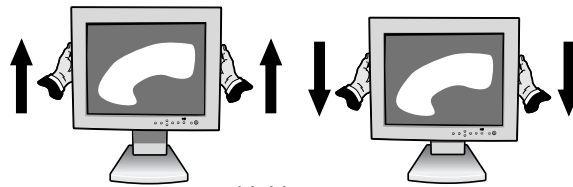

Abbildung RL.1
Der Monitor kann sowohl in Längs- als auch in Querstellung höher- bzw. tiefergestellt werden. Um den Bildschirm höher- oder tieferzustellen, legen Sie Hände auf jede Seite des Monitors und heben Sie an oder senken Sie zur gewünschten Höhe (**Abbildung RL.1**).
Bevor Sie den Bildschirm drehen, muß er auf seine höchste Position gestellt werden, damit der Bildschirm beim Drehen nicht gegen die Unterlage stoßen oder Ihre Finger einklemmen kann. Um den Bildschirm anzuheben, legen sie Hände auf jede Seite des Monitors und heben Sie bis zur höchsten Position an (**Abbildung RL.1**).
2. Legen sie eine Hände auf jede seite des Monitors und heben Sie bis zur höchsten Position an (**Abbildung RL.1**).